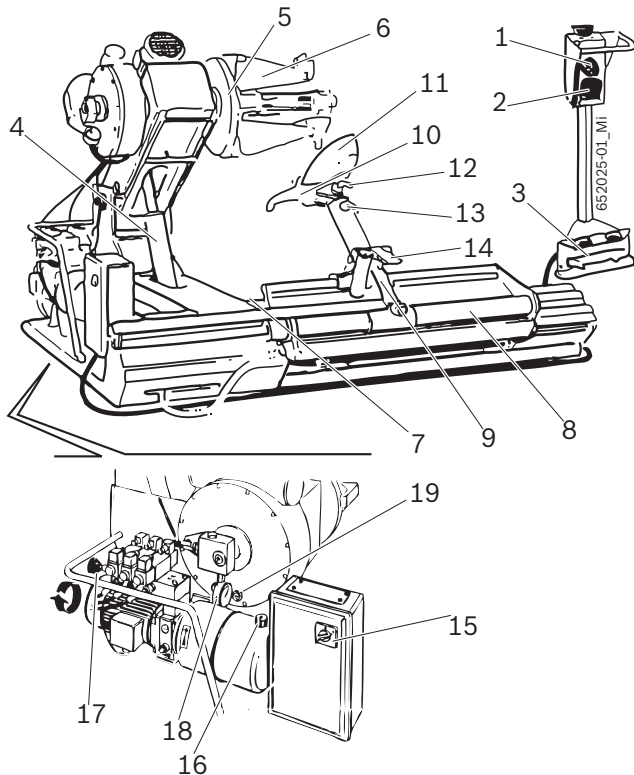

Fig. 1: TCE 5320
Upínací příruba funguje prostřednictvím hydraulického obvodu na vysoký tlak, který lze regulovat od 20 do 130 bar otáčením příslušné rukojeti (Fig. 1, pos. 17) a jeho hodnotu snímat na manometru (Fig. 1, pos. 18). Normální provozní tlak je 130 bar. U měkkých ráfků nebo obzvláště tenkých ráfků je nutné tento tlak snížit.
U kol s průměrem menším než 800 mm nebo větším než 1500 mm doporučujeme vyvléct zásuvku montážního nástroje (Fig. 1, pos. 12) a umístit ji do druhého otvoru.